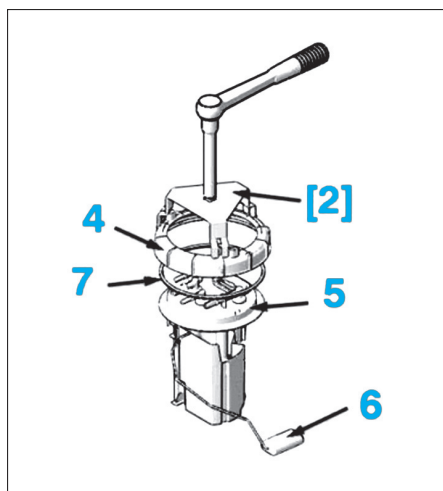

Fig. 25
- Débrancher le connecteur (2) et le raccord (3).
- A l'aide de l'outil [2], ou équivalent, déposer la bague (4) (Fig.25).